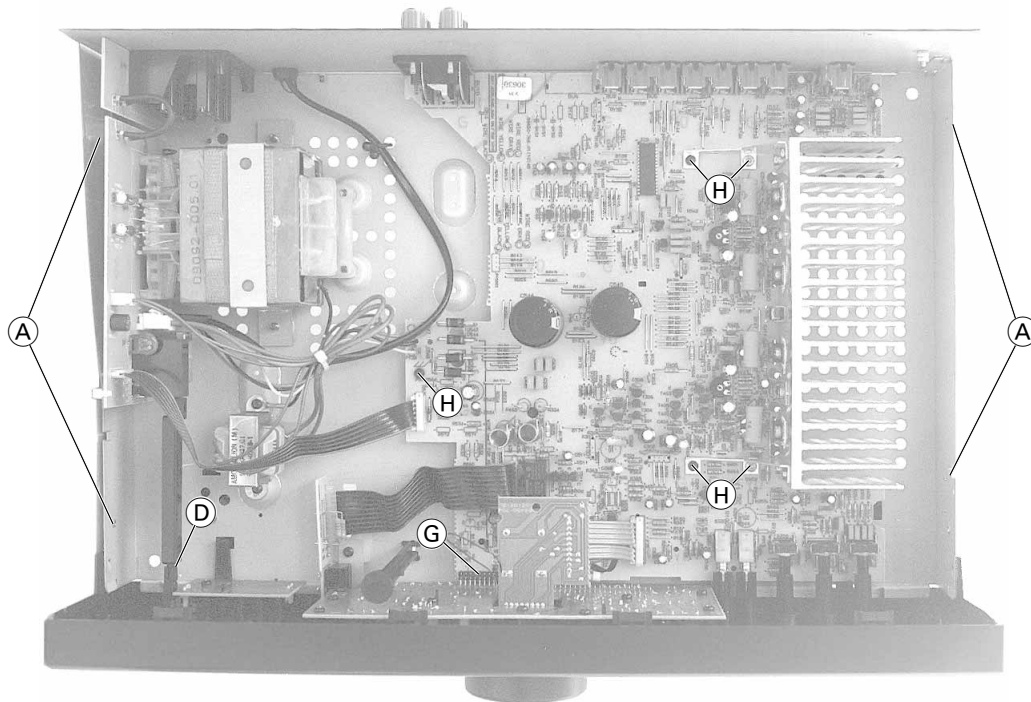
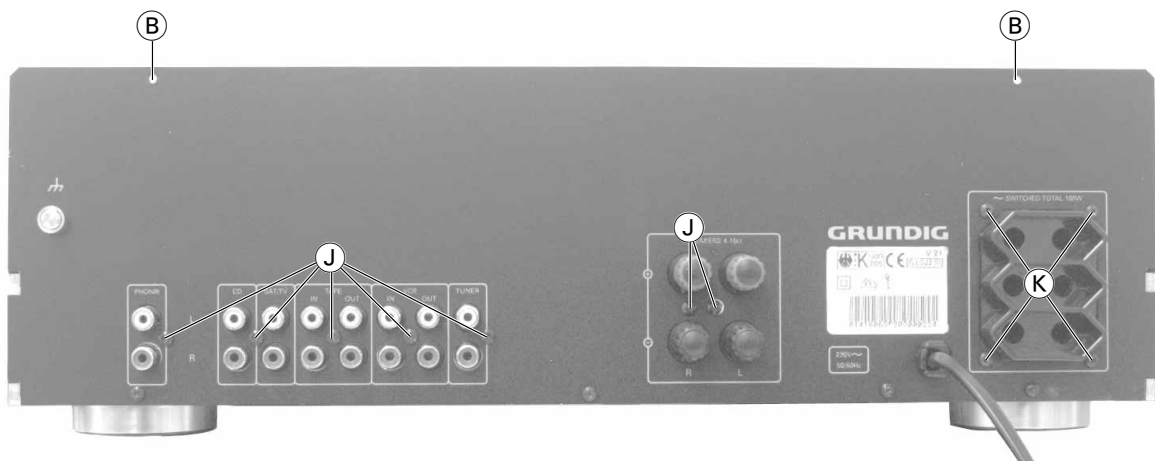
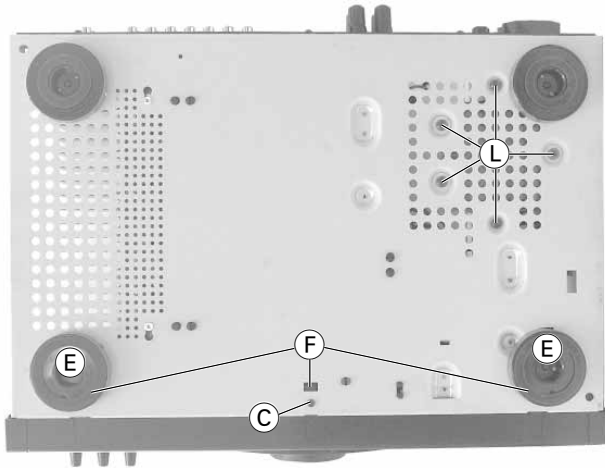

Fig. 1
Fig. 2
Fig. 3
- Die 4 Schrauben (A) (Fig. 1) und die 2 Schrauben (B) (Fig. 2) herausschrauben.
- Schraube (C) (Fig. 3) herausschrauben.
- Die Rastung (D) der Netztaсте ausrasten (Fig. 1).
- Die 2 Füße (E) (Fig. 3) abschrauben.
- Die 3 Rastnasen (F) (Fig. 3) ausrasten.
- Beim Zusammenbau auf richtigen Sitz des Steckverbinders (G) (Fig. 1) achten.
- Die 5 Schrauben (H) (Fig. 1) und die 7 Schrauben (J) (Fig. 2) herausschrauben.
- Die 4 Schrauben (K) (Fig. 2) und die 5 Schrauben (L) (Fig. 3) herausschrauben.
- Undo the 4 screws (A) (Fig. 1) and the 2 screws (B) (Fig. 2).
- Undo screw (C) (Fig. 3).
- Disengage the mains button (D) (Fig. 1).
- Undo 2 feet (E) (Fig. 3).
- Disengage the 3 catches (F) (Fig. 1).
- When mounting the board, look for the correct position of connector (G) (Fig. 1).
- Undo the 5 screws (H) (Fig. 1) and the 7 screws (J) (Fig. 2).
- Undo the 4 screws (K) (Fig. 2) and the 5 screws (L) (Fig. 3).